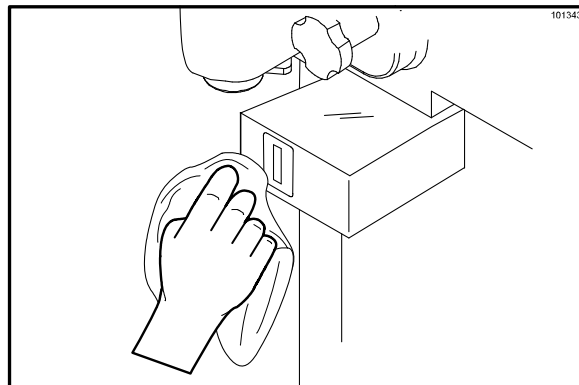

Figura 38
30. Use uma toalha limpa, umedecida e sanitizada para limpar gentilmente a proteção do sensor de controle da porção e remover todo acúmulo de mix. Inspeccione a proteção do sensor quanto a danos e, se necessário, troque-a. (Veja a Figura 38.)